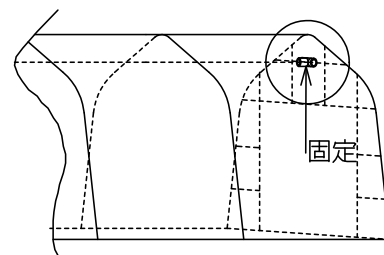
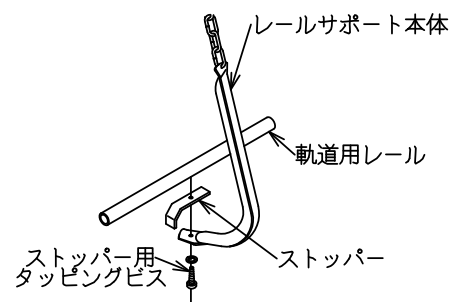

図 8
図 9
②軌道用レールの両端部の固定（図8）
③ストッパーの取付
- ・レールサポートの位置にストッパーを取付ける場合は、ストッパーを軌道用レールとレールサポート本体の間にはさみ、M4×16のタッピングビスで締付けて下さい。（図9）